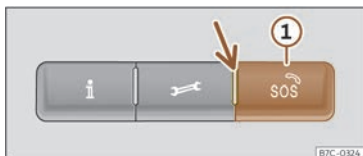

Fig. 40 En la consola del techo: mandos para los servicios de voz
Pulsando las teclas **i**, **☞** y **SOS** >>> **fig. 40**, se pueden ejecutar los siguientes servicios de voz:
En el mando hay un testigo de control >>> **fig. 40** (flecha). Indica los siguientes estados:
1. Mantenga presionada la tecla de llamada de emergencia durante unos segundos >>> **fig. 40 ①.**
>>> **fig. 40.**